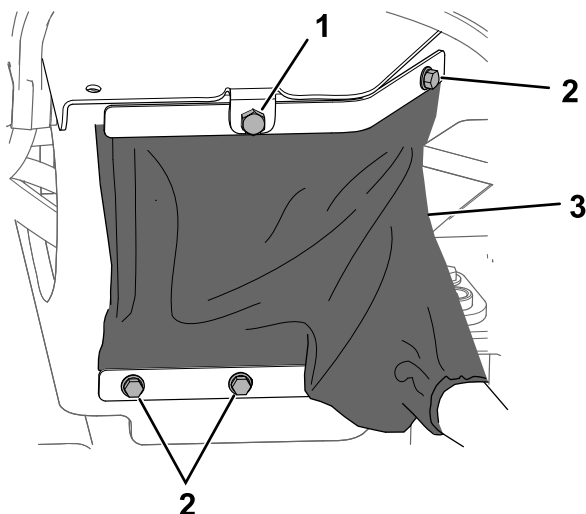

Figura 13
7. Fissate la parte inferiore della copertura utilizzando la staffa inferiore, 2 bulloni ($\frac{3}{8}$ " x $1\frac{1}{4}$ ") e 2 dadi ($\frac{1}{4}$ "), come illustrato nella Figura 13.
8. Posizionate la copertura idraulica sul telaio e fissate la parte superiore della copertura del cilindro utilizzando la staffa superiore, 2 bulloni ($\frac{5}{16}$ " x $1\frac{1}{4}$ ", precedentemente rimosso e $\frac{1}{4}$ " x $1\frac{1}{4}$ ") e 1 dado ($\frac{1}{4}$ "), come illustrato nella Figura 13.